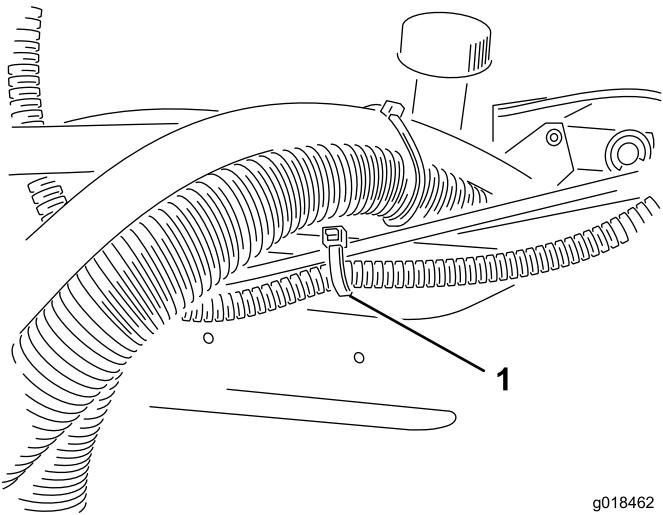

Figure 30
11. Fixez le clip du faisceau de câblage au cadre (Figure 30).